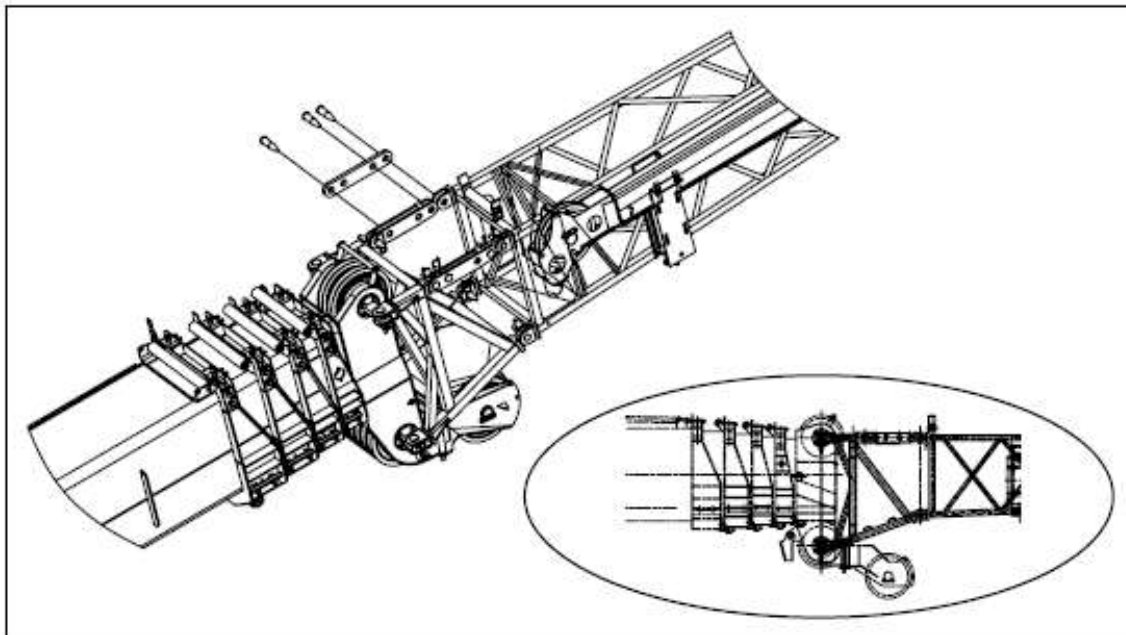

Fig.4-3.44 0° de lança ângulo de deslocamento
1) Monte o braço sob o estado de 0° da lança, como mostrado na Fig.4-3.44.